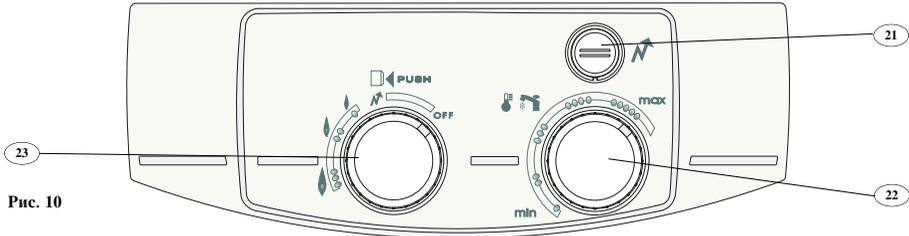

Рис. 10
- Выньте рукоятки регулировки (23) подачи газа и температурного реле (22) (рис.10), потянув их на себя
Переведите кнопку-регулятор подачи газа (23) в положение "N" (рис. 10).
После того, как включится запальная газовая горелка, продолжайте удерживать кнопку-регулятор подачи газа (23) в положении "N" еще несколько секунд, чтобы запустить систему безопасности на основе терморпары, а затем переведите регулятор (23) в положение между отметками "0" и "1" (рис. 10).